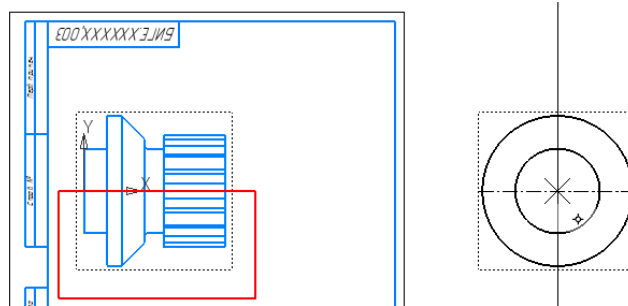

Рис. 12 Определение параметров команды «Местный разрез»
- Черчение – Геометрия – Прямоугольник по двум точкам. С помощью примитива «Прямоугольник» ограничить область фронтального разреза (рис. 12).
- Черчение – Виды – Местный разрез. В вкладке «Виды» выбрать команду «местный разрез». Указать на контур прямоугольника и положение секущей плоскости на виде Слева (см. рис. 12).